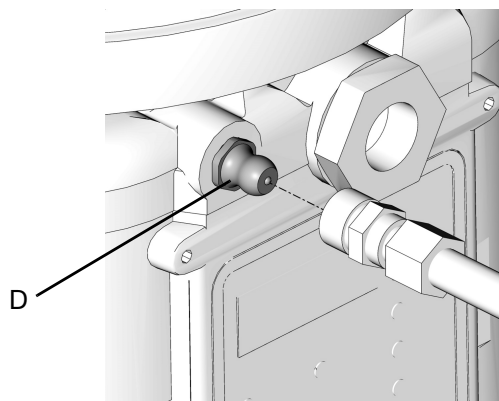

図 12
<ul style="list-style-type: none"> • リザーバーの充填前には必ずインレット取り付け金具 (D) (図 12) を清潔な乾いた布で拭いて下さい。埃および/または異物によりポンプおよび/または潤滑システムが破損する可能性があります。 • 空気圧あるいは電気移行ポンプを使用して油受けを充填する場合には、油受けに圧力がかかって破損させないように注意して下さい。